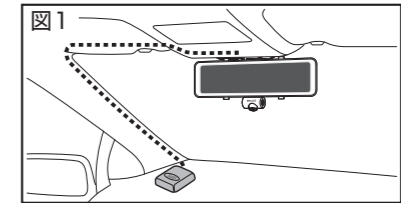

図1 GPS ユニットの取り付け例
- ① 時刻・日付をGPS時刻と同期
- ② 映像録画時に速度・位置情報を記録することができます。
2. GPSユニットからフィルムを剥がして、取り付け位置に押し付けます。(図1)